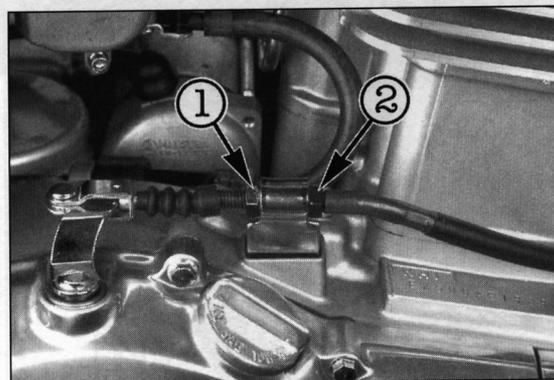

Bild 73
- Grössere Einstellungen am unteren Ende des Zugs (Bild 73) nach Lockern der Gegenmutter vornehmen. Dabei beachten, dass im gezogenen Zustand Winkel zwischen Hebel und Seilzug höchstens 90° (80° – 90°) beträgt.